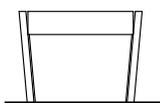

図6-3 寸法以下のイメージ
- 図6-3のように間口下端(※2)の寸法が許容範囲より小さくなった場合は、シャッターが取付けられなかったり、シャッター取付け後に異音やキズが発生して正常に作動しなくなる場合があります。